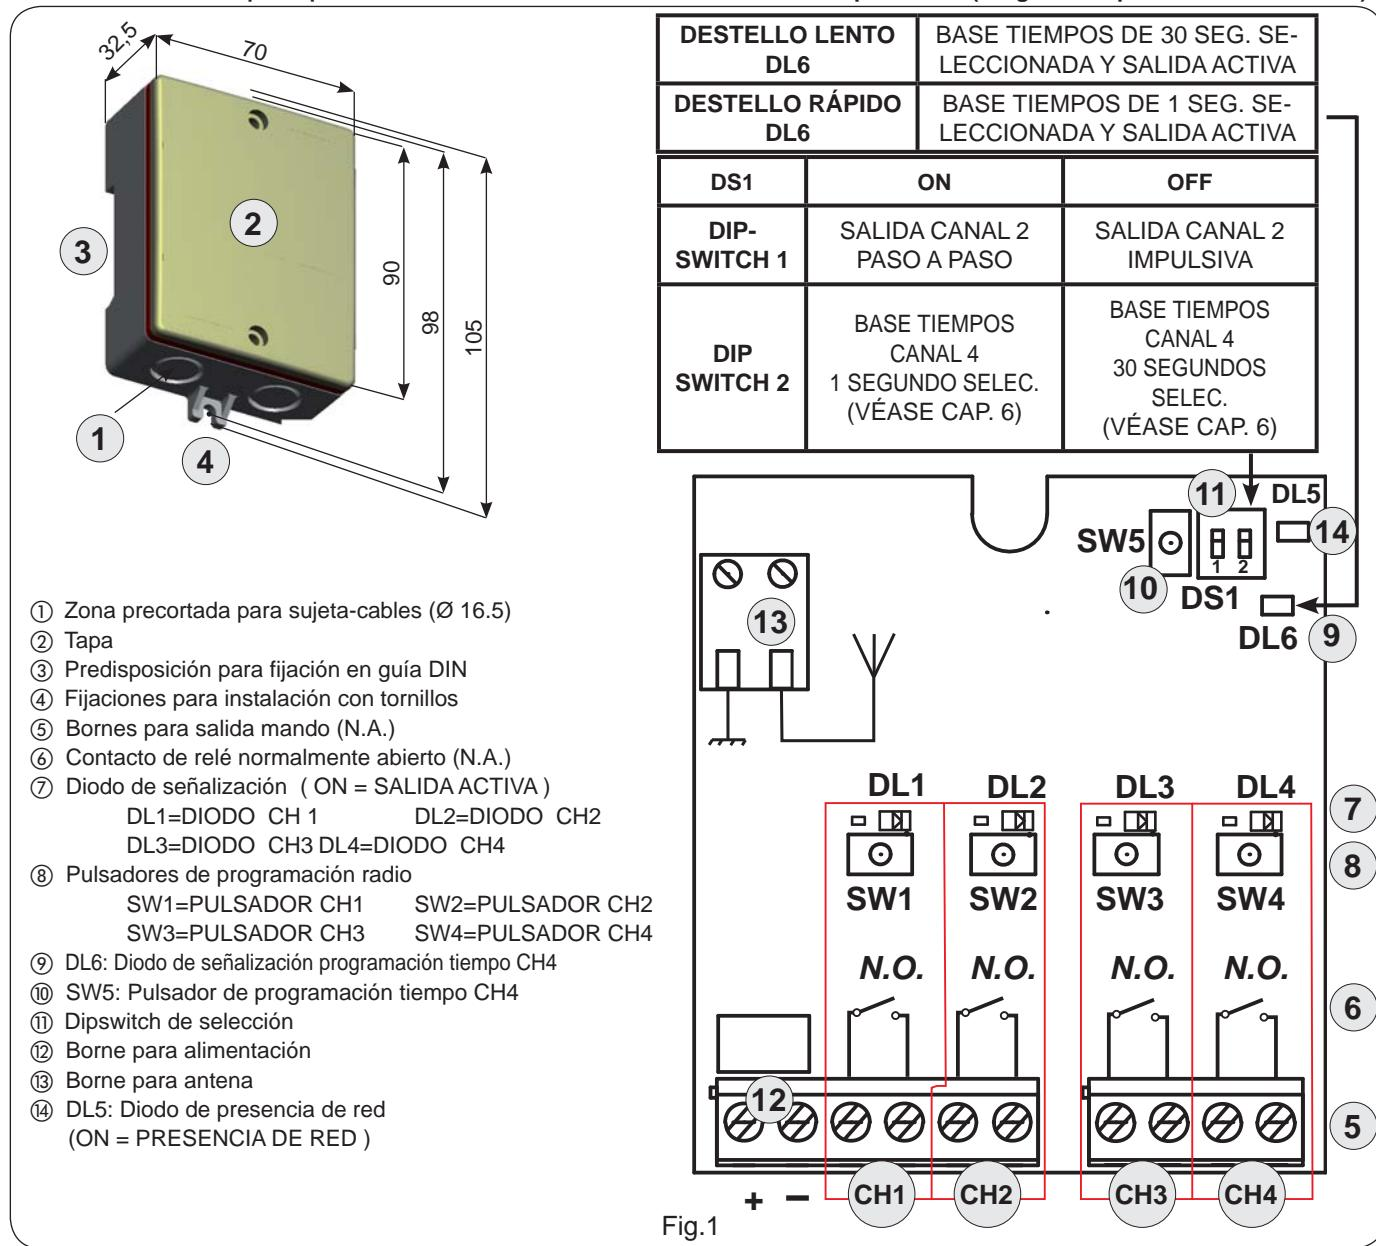

Fig.1
- 4) Die Taste auf dem Empfänger (Abb. 1 Bez. ⑧) für den Kanal, der mit der Funksteuerung kombiniert werden soll, 1 Sekunde lang drücken.
- 5) Die entsprechende LED am Empfänger (Abb. 1 Bez. ⑦) beginnt 5 Sekunden lang langsam zu blinken.
- 7) Die LED auf der Karte (Abb. 1 Bez. ⑦) leuchtet mit Dauerlicht 1 Sekunde lang auf und erlischt dann als Zeichen für die erfolgte Einspeicherung.
- 1) Die Taste auf dem Empfänger (Abb. 1 Bez. ⑧) für den Kanal, der mit der Funksteuerung kombiniert werden soll, 1 Sekunde lang drücken.
- 2) Die entsprechende LED am Empfänger (Abb. 1 Bez. ⑦) beginnt
- 4) Die LED am Empfänger (Abb. 1 Bez. ⑦) leuchtet 1 Sekunde lang mit Dauerlicht auf und erlischt dann als Zeichen für die erfolgte Einspeicherung. Dann blinkt sie weitere 5 Sekunden lang und während dieser Zeit kann eine weitere Funksteuerung eingespeichert werden.
- 1) Um ALLE Codes der mit den Kanälen 1-2 oder 3-4 kombinierten Funksteuerungen zu löschen, die entsprechende Taste (Abb. 1 Bez. ⑧) 10 Sekunden lang drücken (**BSP.: ZUM LÖSCHEN ALLER MIT DEN KANÄLEN 1-2 KOMBINIERTEN FUNKSTEUERUNGEN SW1 ODER SW2 DRÜCKEN**).
- 2) Die gedrückten Taste entsprechende LED (Abb. 1 Bez. ⑦) blinkt in den ersten 5 Sekunden langsam und in den nächsten 5 Sekunden schneller.
Wenn über die Funksteuerung ein Impuls an den Kanal 4 gesendet wird, wird der Ausgang 4 für einen programmierbaren Zeitraum aktiviert (Kontakt geschlossen), variabel von **mindestens 1 Sek. bis maximal 127,5 Minuten**. Für die Zeitprogrammierung ist in erster Linie über den Dip-Switch 2 der **Zeittakt auszuwählen**, nach dem die Karte zählt (siehe Tabelle Abb. 1). Dann die Taste SW5 (Abb. 1 Bez. ⑩) bis zur gewünschten Zeit drücken. Bei jedem Tastendruck leuchtet die LED DL6 kurz auf. 5 Sekunden lang abwarten, ohne eine Taste zu drücken, bis die LED DL6 3 Sekunden lang mit Dauerlicht aufleuchtet. (Beenden der Programmierung)-
- 2) **Die Taste SW5 (Abb. 1 Bez. ⑩) 10 Mal drücken.**
2) Die Taste SW5 (Abb. 1 Bez. ⑩) 20 Mal drücken.
- 4) Presione 1 segundo el pulsador del receptor (Fig.1 ref. ⑧), correspondiente al canal al que se quiere asociar el radiomando.
- 5) El diodo correspondiente en el receptor (Fig.1 ref. ⑦), empieza a destellar lentamente durante 5 seg.
- 7) El diodo de la tarjeta (Fig.1 ref. ⑦) se encenderá con luz fija durante 1 segundo y seguidamente se apagará, lo que indica que la memorización se ha llevado a cabo.
- 1) Presione 1 segundo el pulsador del receptor (Fig.1 ref. ⑧), correspondiente al canal al que se quiere asociar el radiomando.
- 2) El diodo correspondiente en el receptor (Fig.1 ref. ⑦) empieza a destellar lentamente durante 5 seg.
- 4) El diodo correspondiente en el receptor (Fig.1 ref. ⑦) se encenderá con luz fija durante 1 segundo, para indicar que la memorización se ha realizado correctamente, y seguidamente volverá a destellar durante otros 5 seg. durante los cuales se puede memorizar otro radiomando.
- 1) Para borrar **TODOS** los códigos de los radiomandos asociados a los canales 1-2 o 3-4, es suficiente mantener presionado el correspondiente pulsador (Fig.1 ref. ⑧) durante 10 seg. (**POR EJ.: PARA BORRAR TODOS LOS RADIOMANDOS ASOCIADOS A LOS CANALES 1-2 SE PRESIONARÁ SW1 O SW2** ).
- 2) El diodo correspondiente (Fig.1 ref. ⑦) al pulsador presionado destellará los primeros 5 seg. y seguidamente destellará más rápidamente durante los siguientes 5 seg.
Para programar el tiempo, en primer lugar hay que **escoger, mediante el dip switch 2, la base de tiempos** con la que la tarjeta realizará el conteo (véase tabla fig.1). En segundo lugar hay que presionar la tecla SW5 (Fig.1 ref. ⑩ ) hasta llegar al tiempo elegido (A cada presión de la tecla corresponde un breve encendido del diodo DL6). Espere 5 segundos, **sin presionar ninguna tecla**, hasta que se encienda el diodo DL6 con luz fija durante 3 seg. (Para salir de la programación)
- 2) Presione la tecla SW5 (Fig.1 ref. ⑩ ) 10 veces. (base de tiempos de 30 seg. X 10 presiones = 5 min.)
2) Presione la tecla SW5 (Fig.1 ref. ⑩) 20 veces.